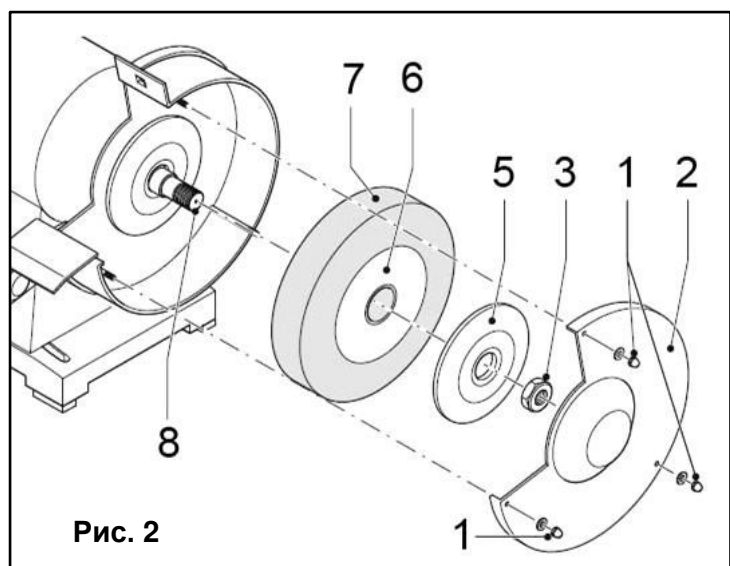

Рис. 2
Замена/ установка шлифовального круга (Рис. 2)
- Открутите три гайки (1) (См. Рис. 2).
- Снимите защитный кожух (2).
- Открутите гайку (3) шпинделя (8)
- Снимите со шпинделя внешний фланец (5), прокладку (6) и круг (7).
- Установите на шпиндель (8) новый круг.
- Надежно затяните гайку (3) Установите защитный кожух.
- Наденьте обратно три гайки (1) и крепко затяните их.